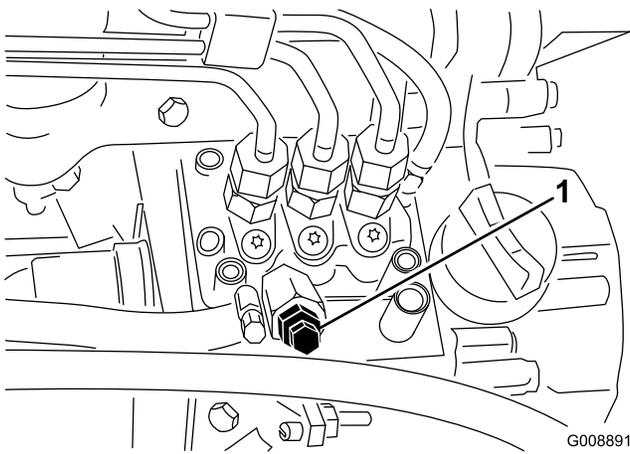

Figure 23
3. Desserrez la vis de purge sur la pompe d'injection (Figure 23).